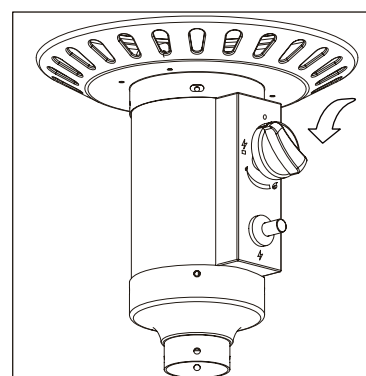

Figura 2
4. Empuje la perilla de control y gire hacia la izquierda para la posición "PILOTO" (⚡) (Figura 2).